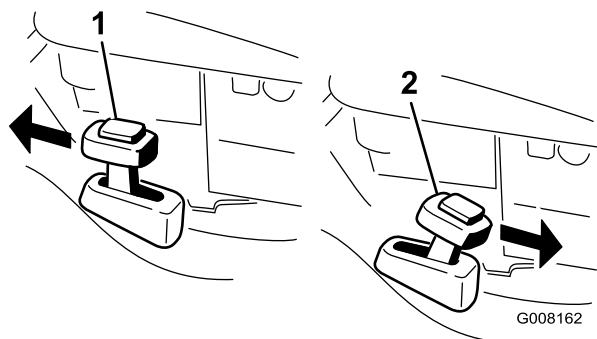

Figura 19
2. Premete il pulsante sulla parte superiore della leva di riciclaggio/raccolta e spostate la leva nella posizione di **riciclaggio** (Figura 19).
2. Per raccogliere lo sfalcio, montate il cesto di raccolta (vedere Montaggio del cesto di raccolta). Premete il pulsante sulla parte superiore della leva di riciclaggio/raccolta e spostate la leva nella posizione di **raccolta** (Figura 19).
Nota: La leva di riciclaggio/raccolta deve essere in posizione di **raccolta** (Figura 19).